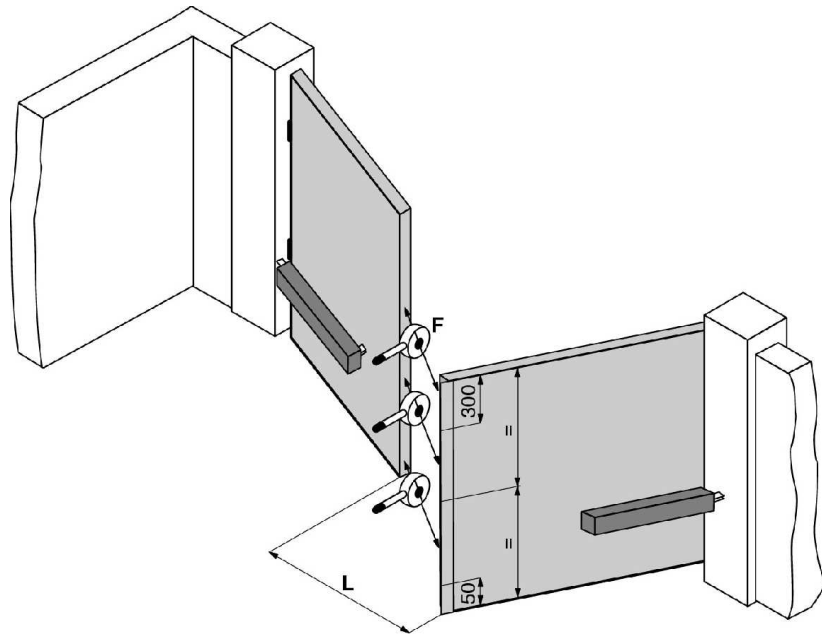
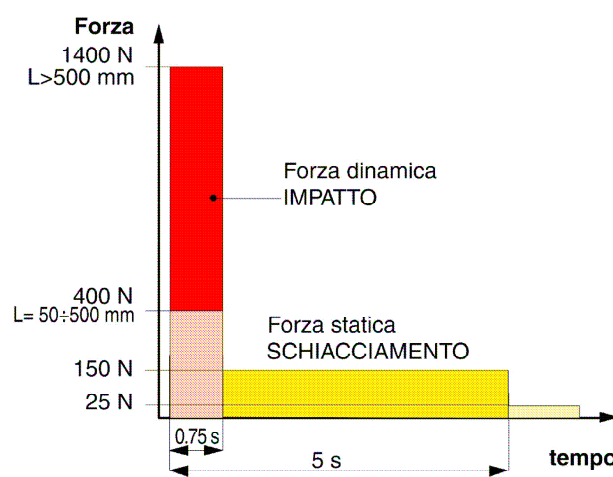

FIGURA 1
FIGURA 2
Impatto e schiacciamento sul bordo principale di chiusura (A)	<ul style="list-style-type: none">- Misurate le forze di chiusura (mediante l'apposito strumento richiesto dalla norma EN 12445) come indicato in figura 1. Tutte le prove sono state effettuate almeno 3 volte e si è verificato con esito positivo che i valori riscontrati fossero inferiori a quelli indicati in figura 2